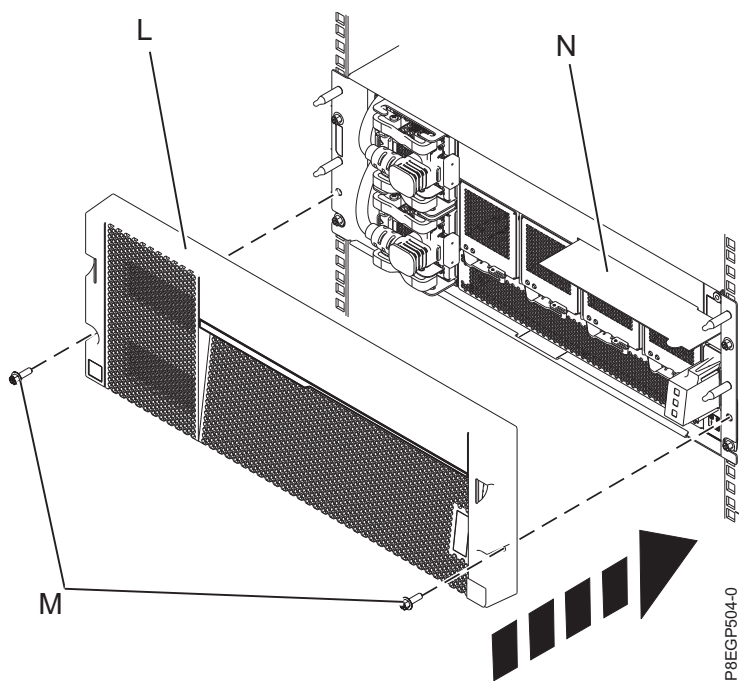

Figura 10. Colocación de la cubierta y de la tarjeta de información de servicio
7. Coloque la cubierta (**L**) en el cajón. Presione la cubierta en su lugar fijándola con los dos tornillos M5 (**M**) en los rieles de la derecha y de la izquierda. Consulte la Figura 10 en la página 12.
8. Inserte la tarjeta de información (N) en la ranura de la cubierta.